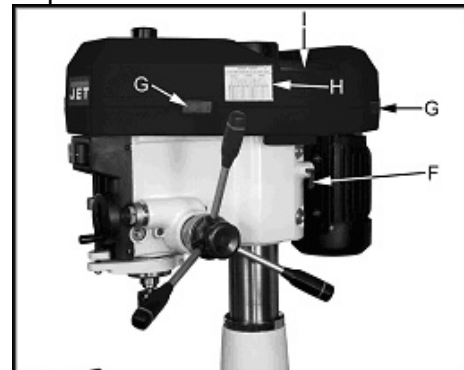

Рис. 10
Откройте запирающие петли (G, Рис. 10) и задвижку (I).